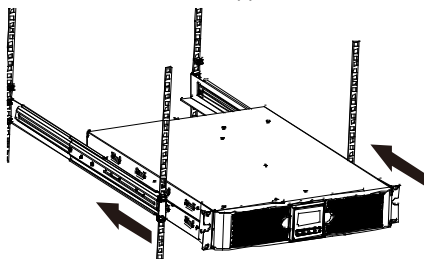

Рис. 6
3. Вставте джерело безперебійного живлення в зубчасту рейку та зафіксуйте її в корпусі стійки. (Рис. 6)